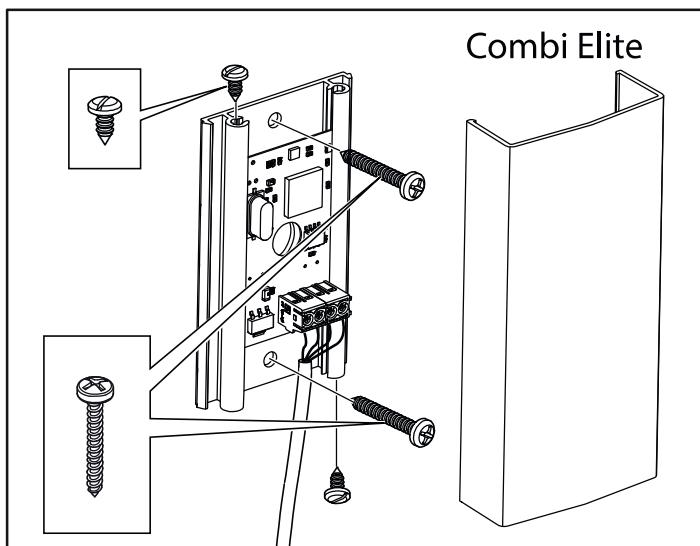

Rysunek 13. Montaż osłony zbiornika wody, kratki miseczki na zioła i nawilżacza powietrza/zbiorniczka na esencje zapachowe
- 11.** Zamontuj osłonę zbiornika wody, kratkę miseczki na zioła i nawilżacz powietrza/zbiorniczek na esencje zapachowe (patrz rys. 13).